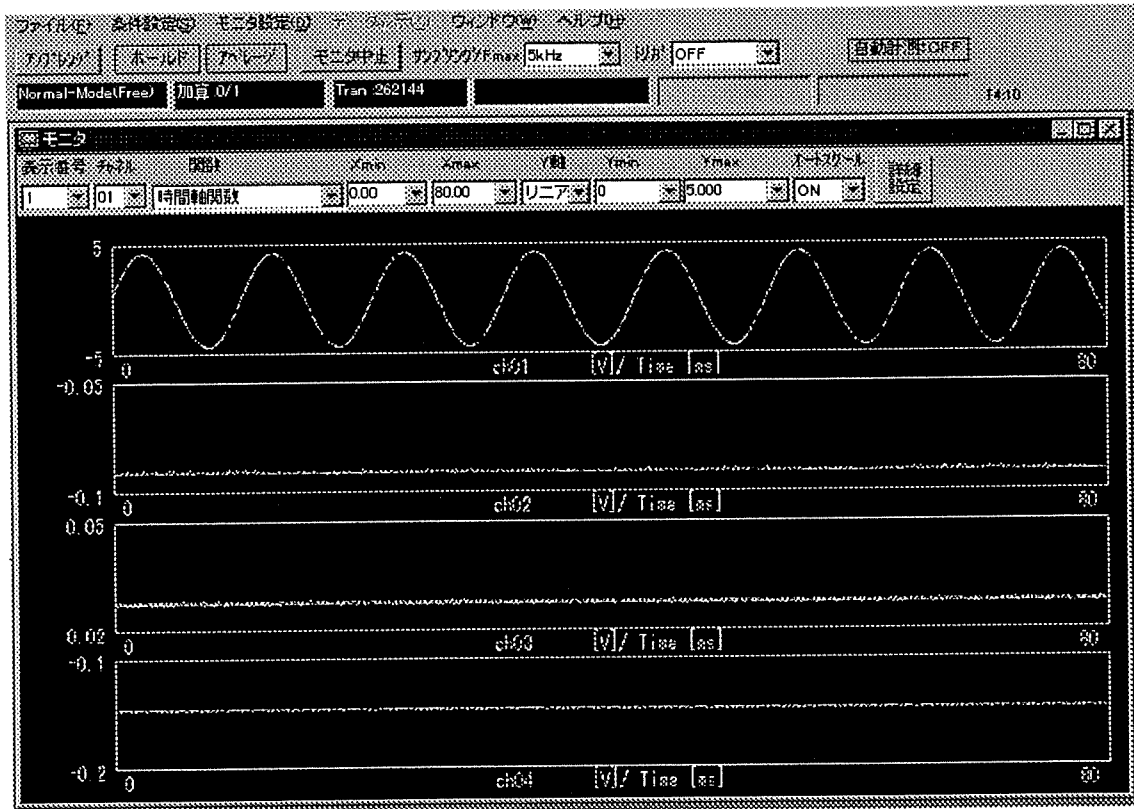

図 1
1. 図 1 のメニューバーからマウスクリックで「ファイル(F)」を選択します。